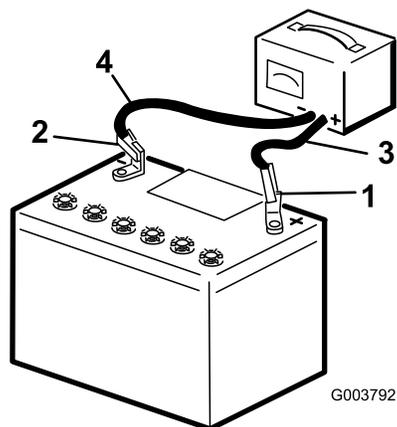

Рисунок 50
3. После полной зарядки аккумулятора отсоедините зарядное устройство от электророзетки, а затем отсоедините провода зарядного устройства от штырей аккумулятора (Рисунок 50).